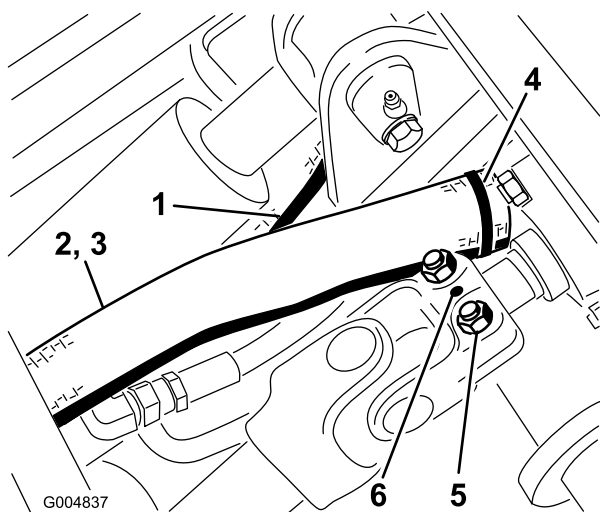

Figure 19
6. Accouplez l'arbre d'entraînement à l'arbre de boîte d'engrenages dans le châssis d'hiver et serrez les boulons (5/16 pouce) à un couple de 20 à 25 Nm (175 à 225 lb-po). Posez la goupille cylindrique (Figure 19).